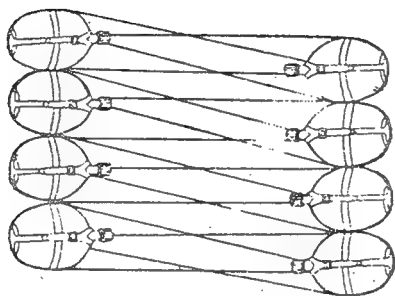

图 6
2. 水壶。把八个空水壶连接起来，可浮一个人。其方法见(图6)。